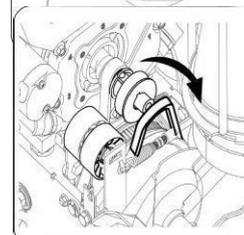

Рис.14
3. Снимите ремень привода шнека со шкива двигателя. Рис.14.